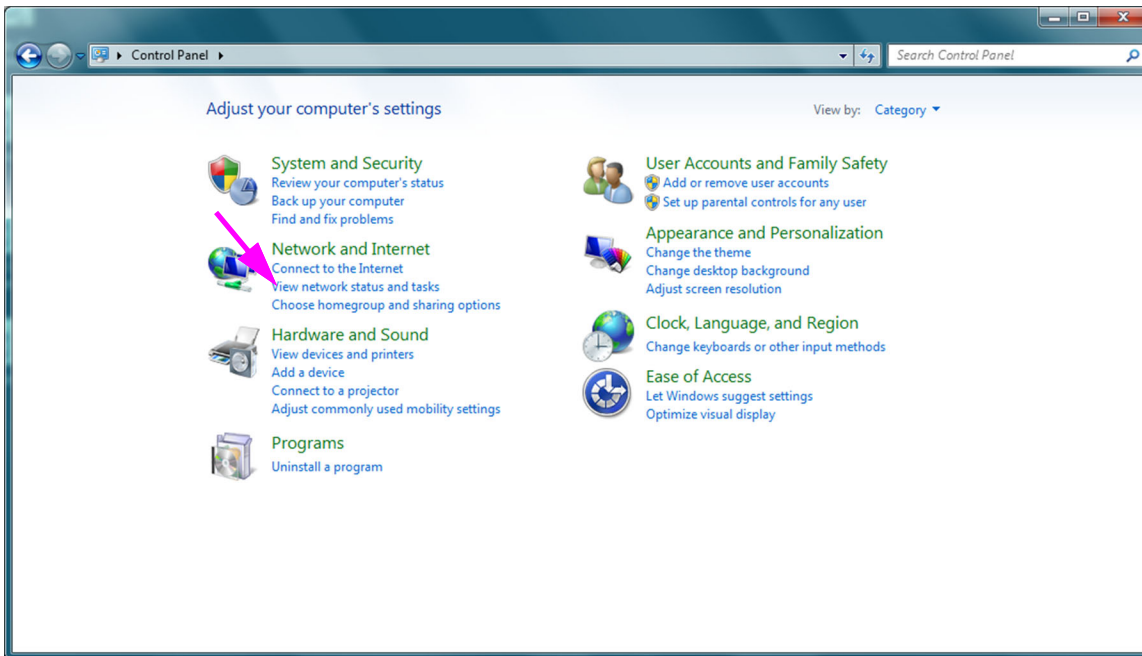

Figura 2-37. Ventana de los elementos del Control Panel (Panel de control) - vista Category (Categoría)
3. Seleccione el **Control Panel (Panel de control)**. Si la vista está ajustada a **Category (Categoría)**, la pantalla se muestra tal como se ilustra en la figura 2-37.